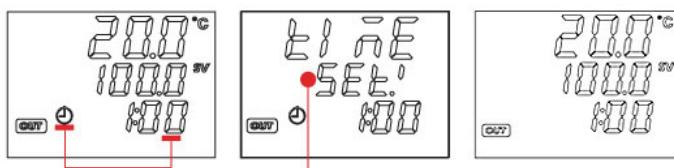

Рисунок 9
- 8.3.2. Установить необходимое время нагрева, для этого вращать энкодер вправо для увеличения или влево для уменьшения заданного значения. Затем нажать на ручку энкодера, введённое значение времени будет сохранено, на дисплее отобразится надпись time и три раза мигнёт надпись Set, и дисплей вернётся в режим отображения процесса нагрева (Рисунок 9).